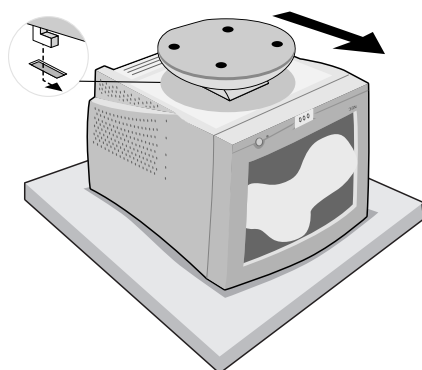

Figure TS-3
3. Glissez le socle inclinable/rotatif de base en avant jusqu'à ce que le verrou de le socle inclinable/rotatif soit bloqué (**Figure TS.3**).